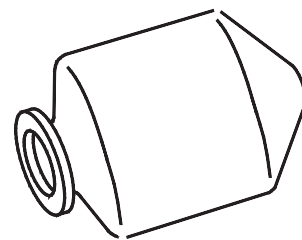

Figura 19 – Expulse Todo el Aire del Depósito Flexible
- a. Coloque el depósito flexible en una superficie limpia con la abertura en un extremo y aplánelo para expulsar el aire del depósito. Tire de los extremos hasta que estén planos (véase la Figura 19).